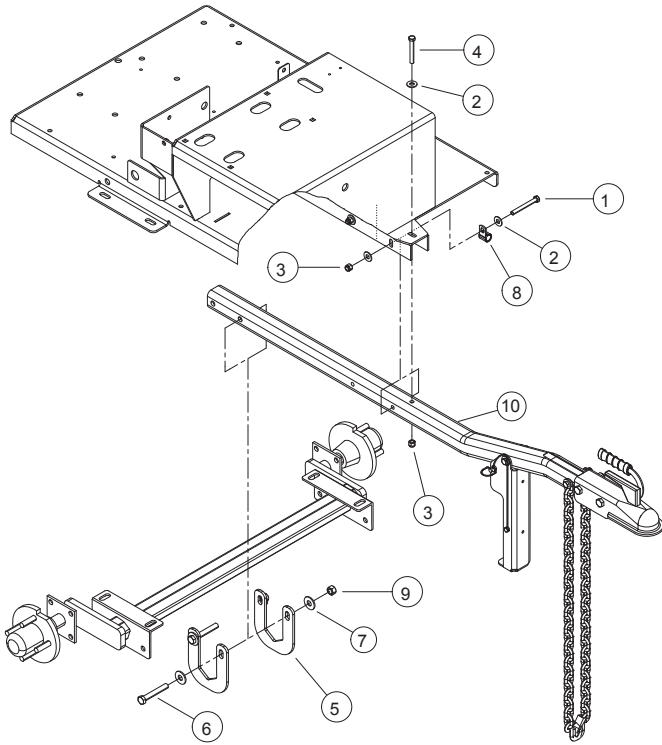

Figura 2.1, El enganche se cumple Modelo no-CE
1. En primer lugar, fije la barra de enganche (10) al canal del enganche de la parte inferior del remolque con dos pernos de 3/8 pulg. (10 mm) x 3 1/4 pulg. (82.55 mm) (1), arandelas (2) y tuercas con cubierta de nylon (3), y uno pernos de 3/8 pulg. (10 mm) x 3 pulg. (76 mm) (4) dos arandelas (2) y tuercas con cubierta de nylon (3) (Figura 2.1).
2. **NOTA:** Se utilizará tres abrazaderas con revestimiento (8) para montar y encaminar el arnés de cableado (Figura 2.1 y 2.3). Coloque el arnés de cableado antes de fijar la abrazaderas en su lugar sobre el pernos. Vea la figura 2.1 y 2.3 para ubicar la abrazaderas y los detalles de montaje.
3. A continuación, coloque las dos placas de enganche (5) sobre el eje y fijelas a la barra de enganche con dos pernos de 1/2 (13 mm) x 3 1/4 pulg. (83 mm) (6), cuatro arandelas (7) y tuercas de centrado (9) como se ilustra en la Figura 2.1.